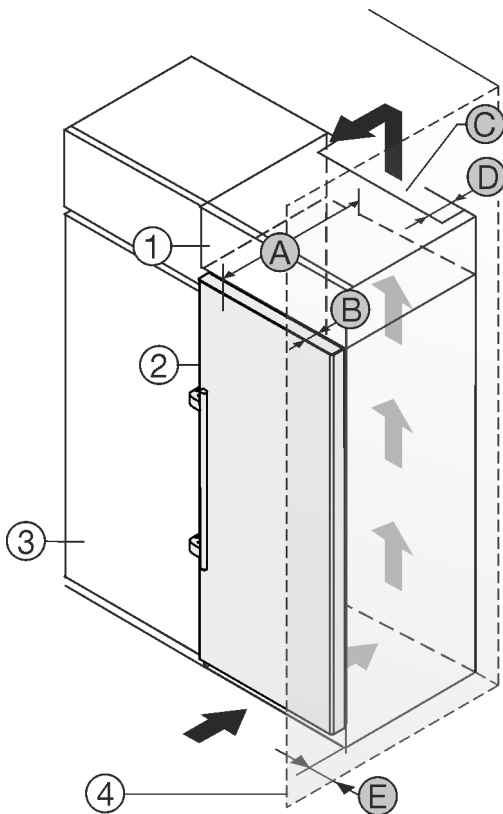

Fig. 2
Prietaisą galite statyti iš karto šalia virtuvės spintelės *Fig. 2 (3)*.*
Galinėje uždedamos spintelės pusėje turi likti tarpas ventiliacijai, kurio gylis *Fig. 2 (D)* būtų per visą uždedamos spintelės plotį.*
Po patalpos lubomis turi būti laikomasi vėdinimo angos skerspjūvio *Fig. 2 (C)*.*
Jei prietaisas su lankstais statomas greta sienos *Fig. 2 (4)*, mažiausias atstumas tarp prietaiso ir sienos turi būti 57 mm . Tai atitinka rankenų išsikišimą esant atvertoms durims.*
Kad durys atsidarytų iki galo, palyginti su šaldytuvo priekiu, prietaisas turi išsikišti bent per savo durų gylį *Fig. 2 (B)*. Priklausomai nuo virtuvės spintelių *Fig. 2 (3)* gylio ir atstumo iki sienos nustatančių detalių naudojimo, prietaisas gali išsikišti daugiau.*